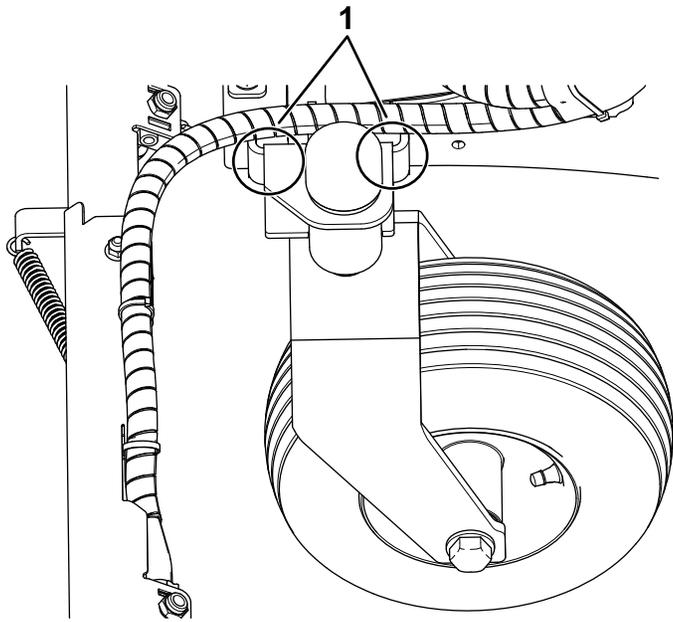
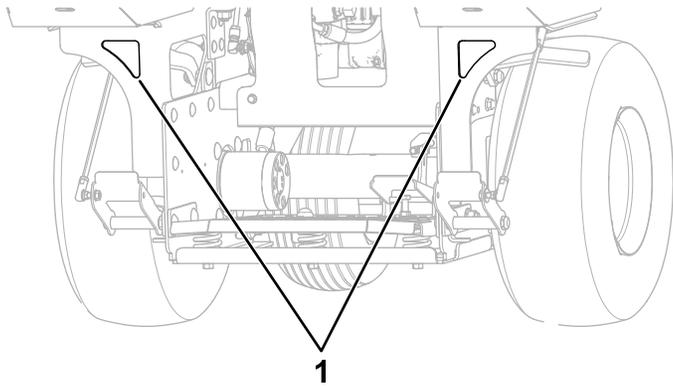

Figure 56
Figure 57
4. Servez-vous des points d'attache de la machine pour l'arrimer solidement sur la remorque ou le véhicule de transport avec des sangles, des chaînes, des câbles ou des cordes (Figure 56 et Figure 57). Reportez-vous à la réglementation